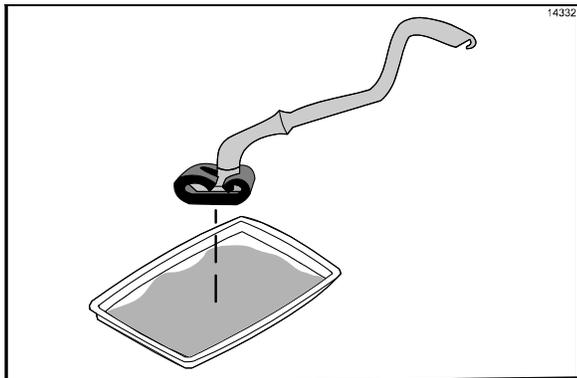

Figura 88
14. Moje el soporte de fibra limpiadora de parrillas Kay con la solución limpiadora para parrillas. (Vea la figura 88.)